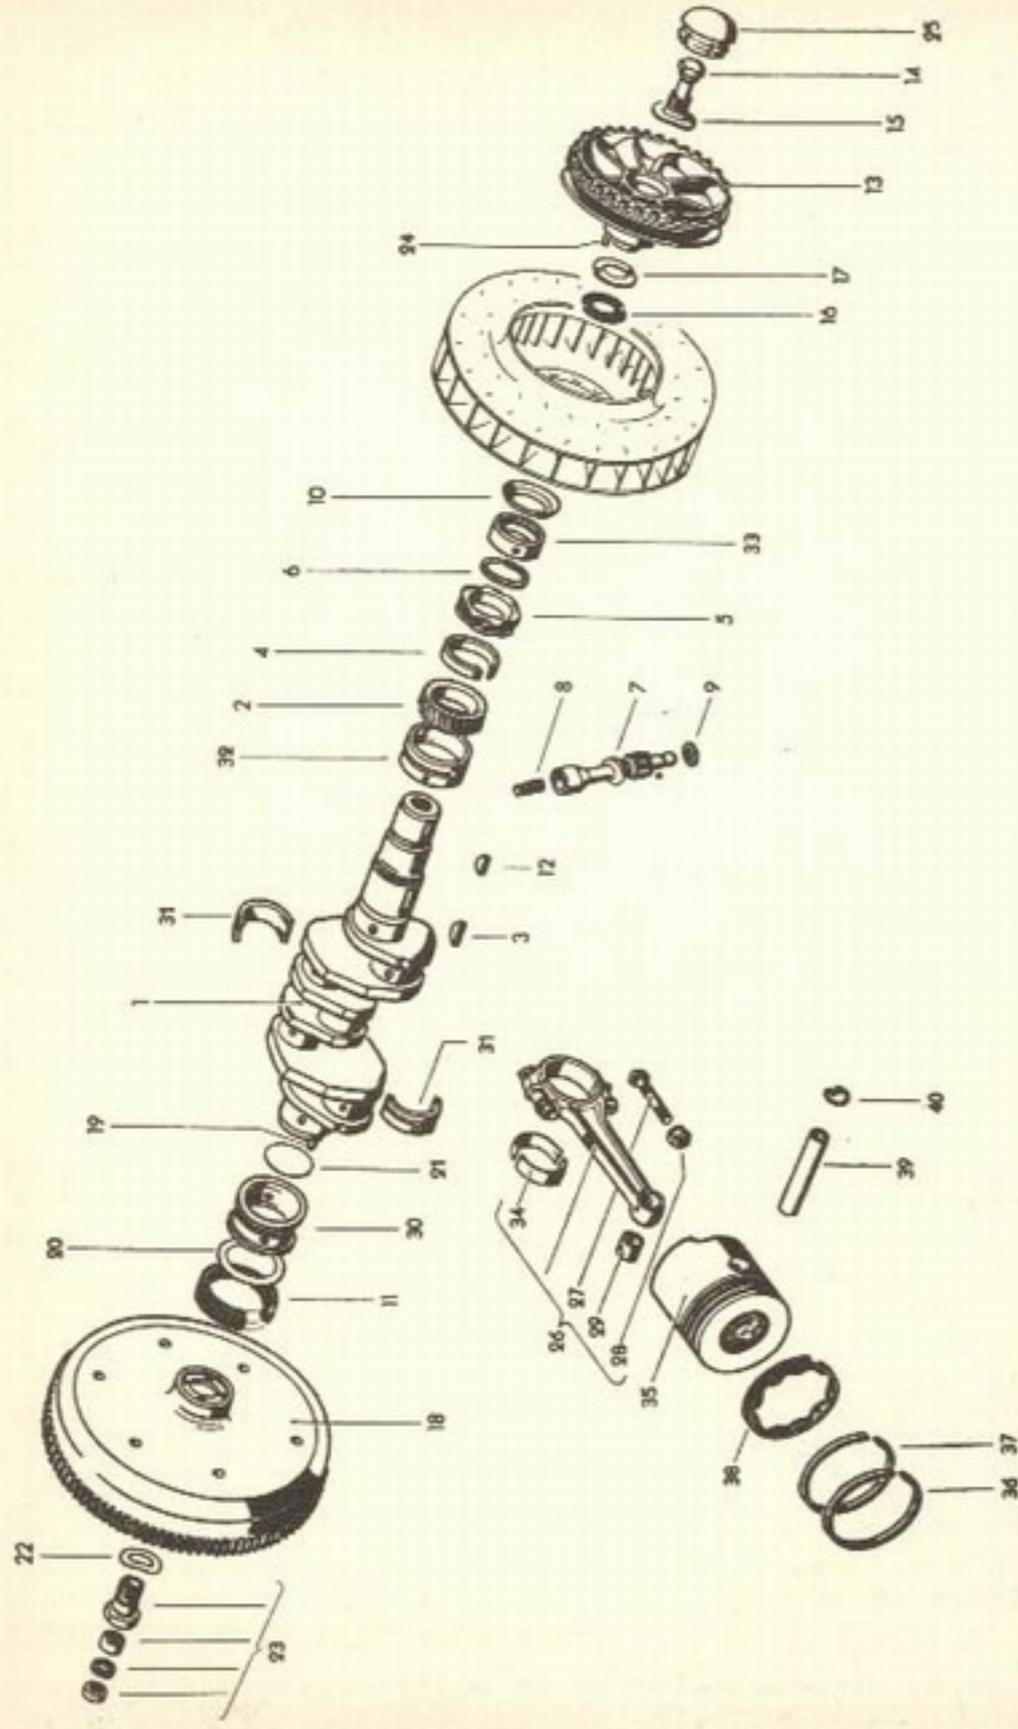

Fig. 2-V — Arvore de manivelas, bielas, êmbolos, volante do motor e outras peças móveis do motor plano "1 600".
**Substituição da polia.** — Retira-se o silencioso, a carcaça de sucção do ar (37), a capa protetora da polia e o parafuso fixador (25 e 14, Fig. 2-V). Retira-se a polia e coloca-se a nova, substituindo o vedador (16, Fig. 2-V) e observando que o pino da polia (24, Fig. 2-V) se introduza no furo respectivo no cubo do ventilador.